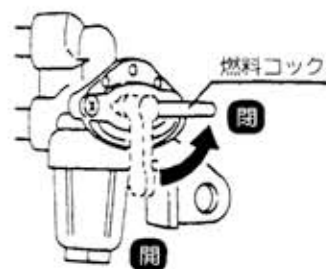

図52
- エンジン停止後、必ずコックを「閉」位置にしてください。(図52)